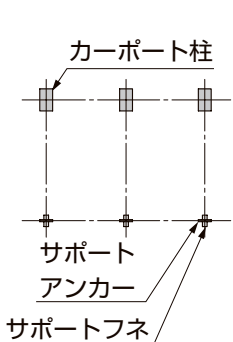
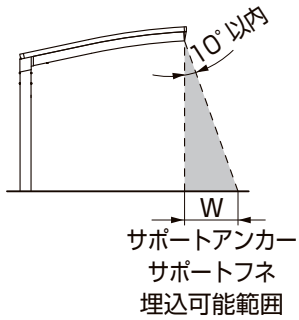
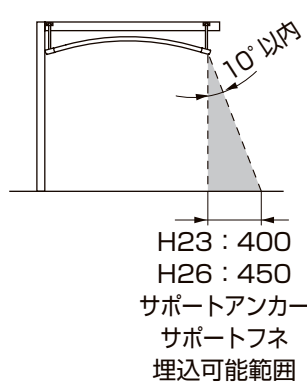

図2-1
図2-2
図2-3
①サポートアンカーとサポートフネの基礎位置を決めてください。(図2-1、図2-2、図2-3参照)